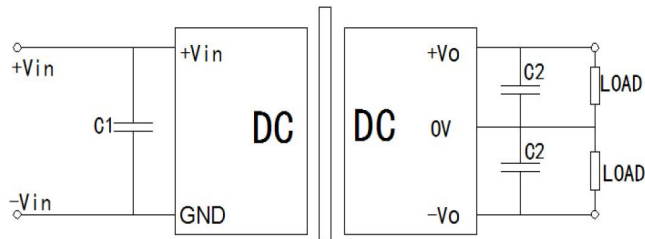

图 1
- 3. 推荐电路：若要求进一步减少输入输出纹波，可在输入输出端连接一个电容滤波网络，应用电路如下图 1 所示。但应注意选用合适的滤波电容。若电容太大，可能会造成启动不良问题。对于每一路输出，在确保安全可靠工作的条件下，推荐容性负载值如下表所示。对于纹波噪声要求较高的场合应外接 LC 滤波器，且 LC 滤波器的谐振频率要远小于 DC/DC 模块的开关频率，以防止与 DC/DC 模块产生相互干扰，造成输出纹波增加或模块损坏。
C3/C4	参考上图 1 中 C2 参数